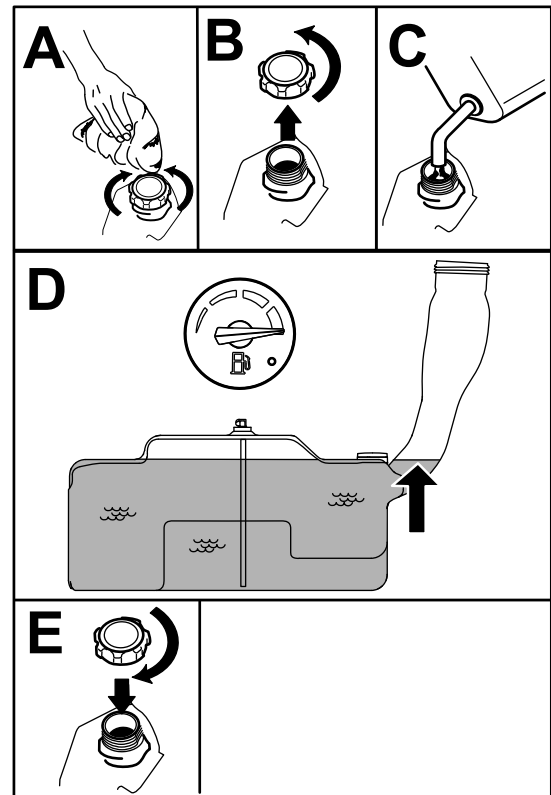

Figura 8
5. Riempite il serbatoio del carburante fino a quando il relativo indicatore non indica il livello pieno (Figura 8)